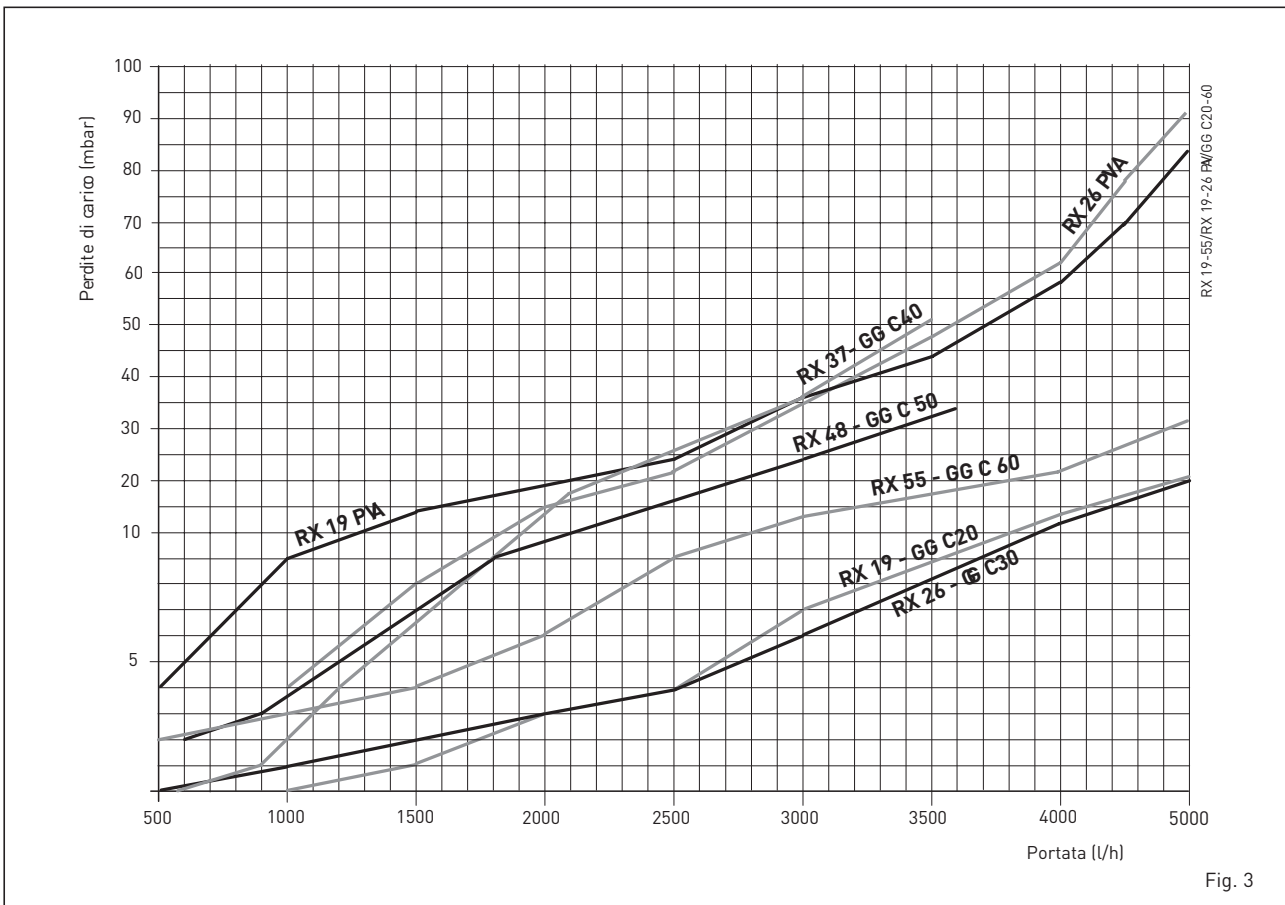

Fig. 3
1.5 PERDITE DI CARICO CIRCUITO CALDAIA (fig. 3)
2.1 INSTALLAZIONE (fig. 3)